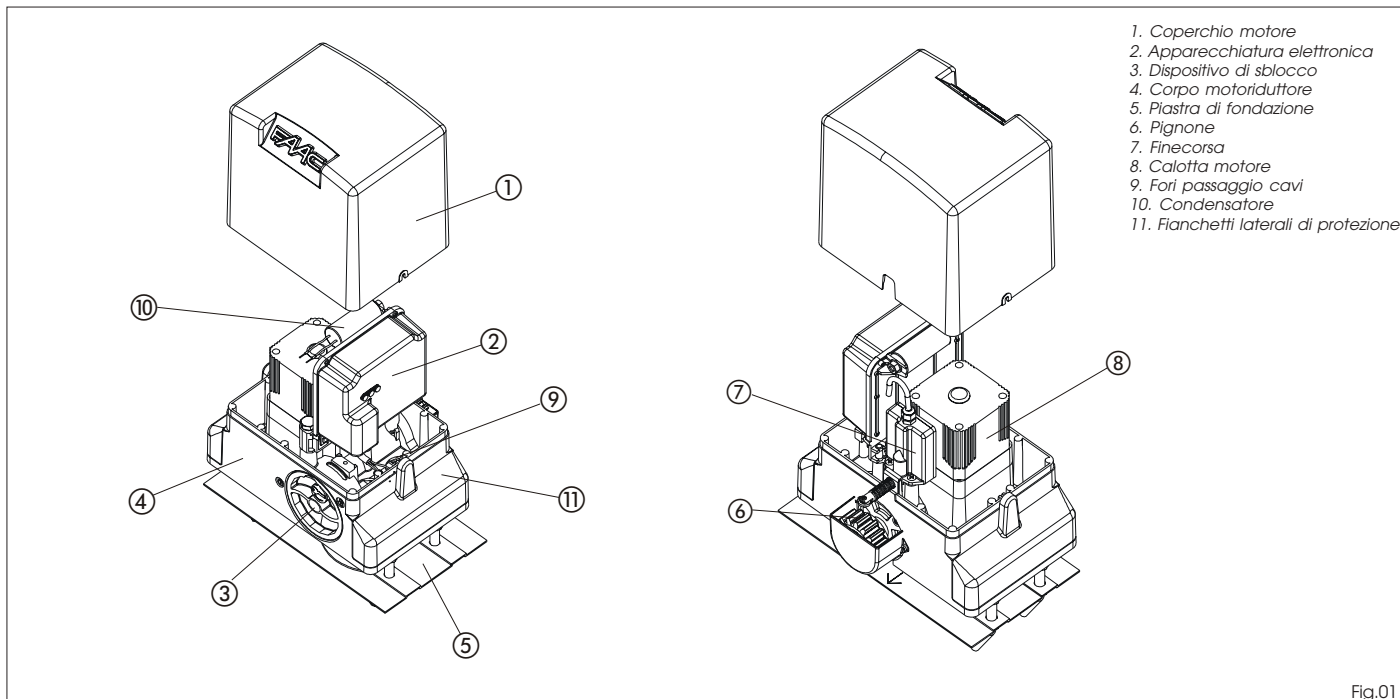
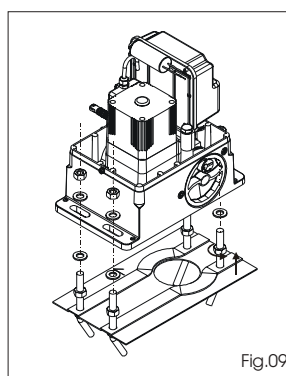

Fig.01
Fig.09
- 2) posizionare l'operatore sulla piastra di fondazione utilizzando i dadi e le rondelle in dotazione, come da Fig.09. Durante questa operazione far passare i cavi attraverso le apposite aperture realizzate nel corpo del motore (vedi Fig.01 rif.9). In caso di necessità è possibile, utilizzando un martello, unire i due fori ottenendo un passaggio più ampio.